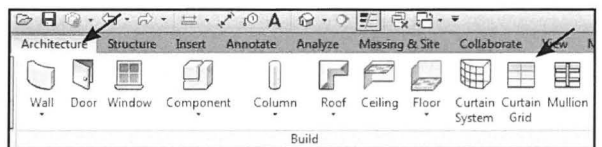

Fig. 17.06. Glasopdeling og sprosser/karm findes under *Architecture*.
- Klik *Architecture - Curtain Grid* (Fig. 17.06).